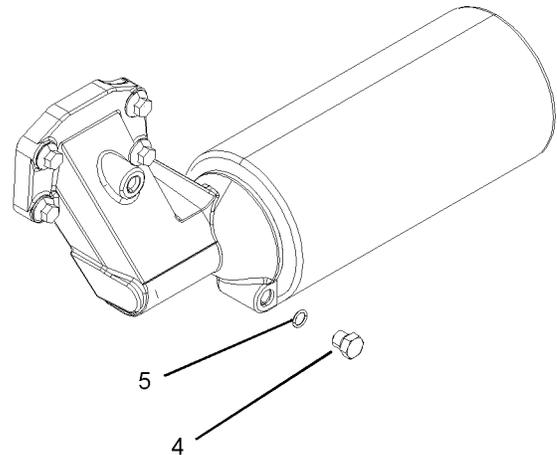

Abbildung 50
5. Den neuen Ölfilter montieren. Den Filter drehen, bis der O-Ring die Dichtfläche (2) berührt. Dann den Ölfilter um eine >-Drehung weiterdrehen.
Anmerkung: Einige Ölfilter können horizontal eingebaut werden. Siehe Abbildung 50. Dieser Typ von Ölfilter kann vor dem Ausbau entleert werden. Das Anziehdrehmoment für diese Ablassschraube (4) beträgt 12 Nm (8 lb ft). Bei Bedarf eine neue O-Ring-Dichtung (5) anbringen. Bei Schritt 1 beginnen, um den Ölfilter aus- und einzubauen.